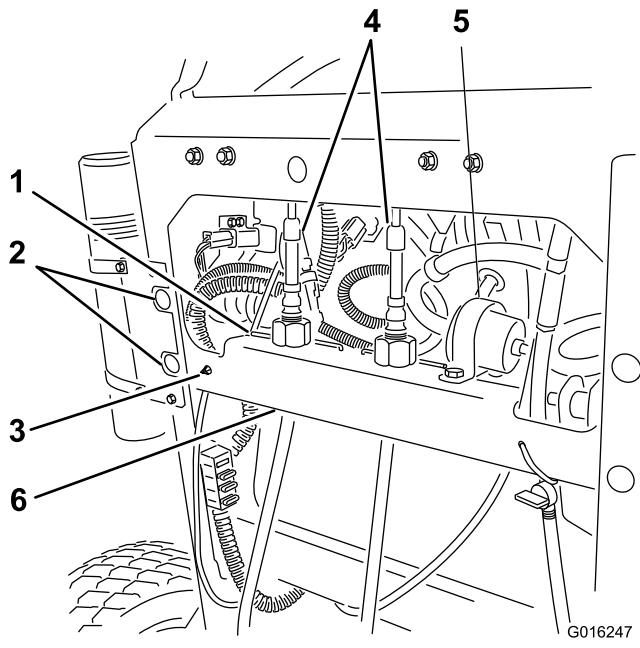

Figura 5
1. Rimuovete la molla che trattiene i dadi di regolazione dell'allineamento (Figura 5).
3. Estraete i cavi dalla staffa trasversale (Figura 5 e Figura 12).
6. Allentate l'ampia fascia di fissaggio a R e rimuovete il filtro dalla medesima (Figura 5).
7. Sulla parte sinistra della staffa trasversale premete il fermaglio per conduttura e spingetelo lungo la staffa trasversale (Figura 5).
8. Staccate la staffa trasversale dalla macchina rimuovendo i quattro bulloni. Non scartate questa bulloneria e la staffa trasversale (Figura 5).